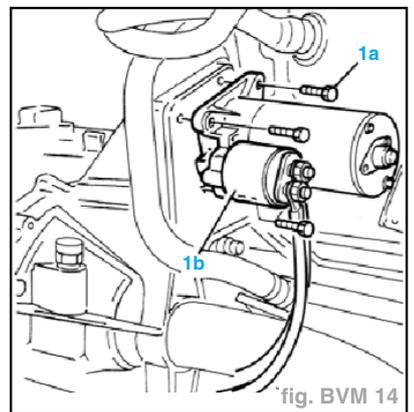

fig. BVM 14
- Dévisser les vis de fixation (1a) et éloigner le démarreur (1b) (fig. BVM 14).